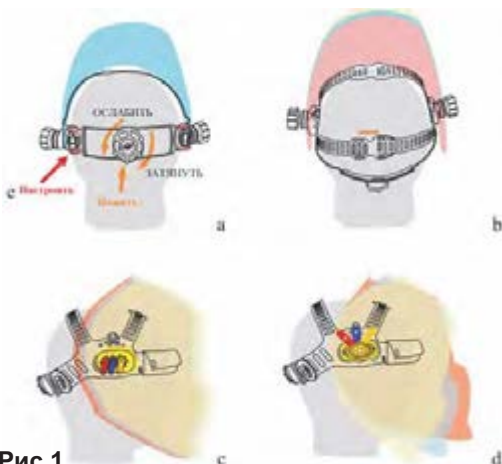

Рис.1
- Наденьте маску на голову. Нажмите регулируемую ручку вниз (в заднем положении головы), одновременно вращая ее против часовой стрелки, чтобы увеличить длину окружности обруча, или по часовой стрелке, чтобы уменьшить длину окружности головного обруча (см. рис. 1а).
- Настройте оптимальную глубину маски (см. рис. 1б).
- Настройте расстояние между маской и лицом (см. рис. 1с).
- Настройте положение ограничения угла на маске (см. рис. 1д).
- Настройте угол обзора (см. рис. 1а).